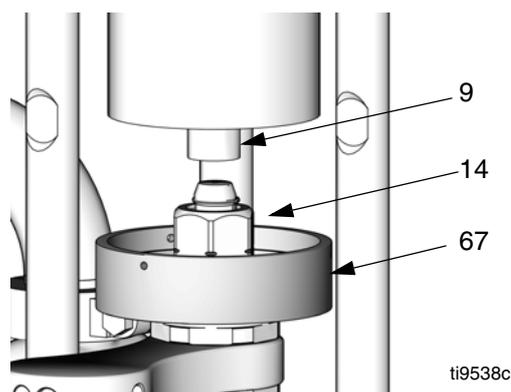

ABB. 7. Kollektor positionieren
2. Den Motor im Tippbetrieb laufen lassen, damit sich der Schieberkolben (9) nach oben bewegt und ausreichend Platz zur Montage des Kollektors (67) zwischen Schieberzylinder und Kolbenstange entsteht.
3. Siehe ABB. 7. Den Kollektor (67) über den Kupplungsmutter (14) platzieren und ihn auf die Pumpenkolbenstange aufsetzen.